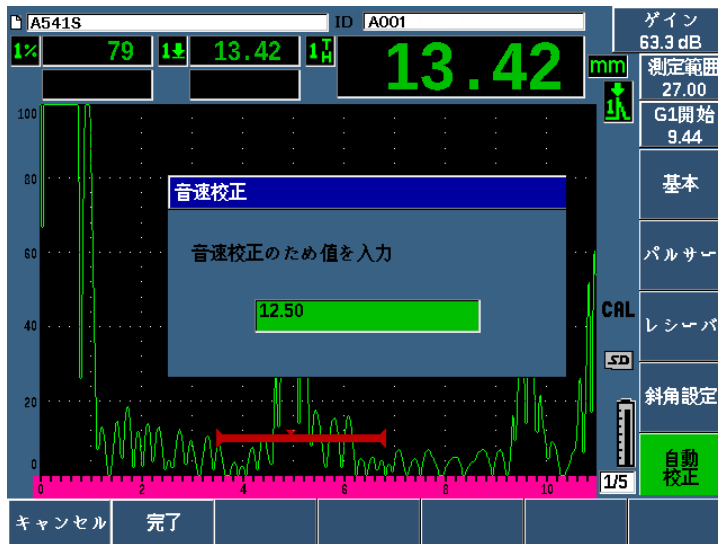

図 9-9 音速校正厚さ値の入力
16. 音速校正ボックスで、ゲートをクロスするエコーのすでに分っている厚さに調整します (この例では、0.500 インチ)。そして完了を選択し、校正手順を完了します (157 ページの図 9-9 参照)。